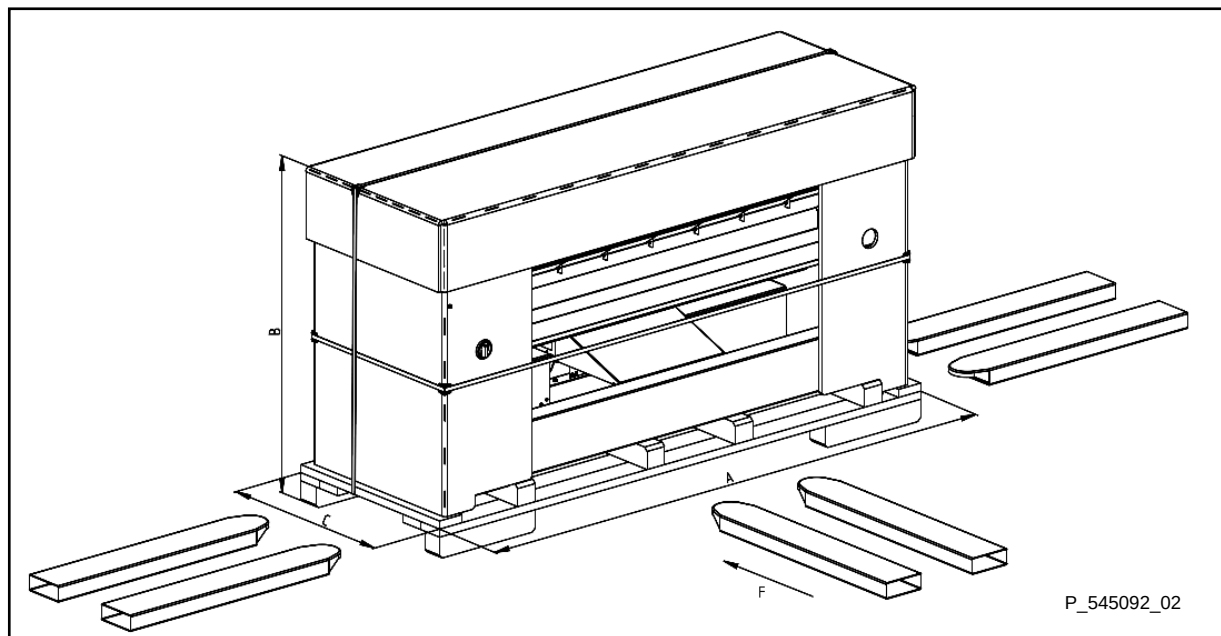

figura 3.1.
- La máquina en el embalaje se puede transportar por medio de una carretilla elevadora o manual de manipulación, figura 3.1. Datos del peso, tabla 3.1.B.
- En el caso del transporte desde el lado frontal (F), hay que introducir la horquilla en el centro de la paleta, figura 3.1.